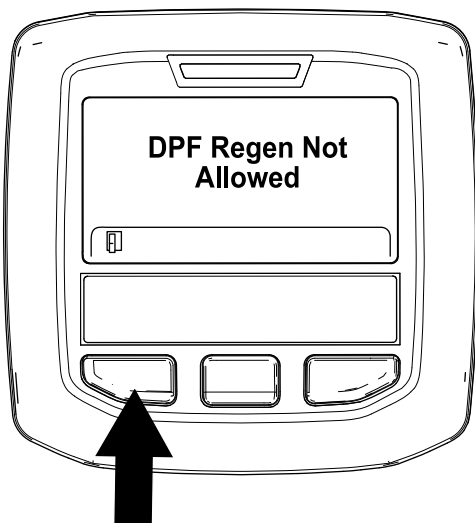

Figure 51
- Si le processus de regeneration n'est pas autorisé par l'ordinateur du moteur, le message « DPF Regen Not Allowed » (régén. FAP non autorisée) s'affiche dans l'InfoCenter (Figure 51). Appuyez sur le bouton gauche pour quitter l'écran d'accueil.